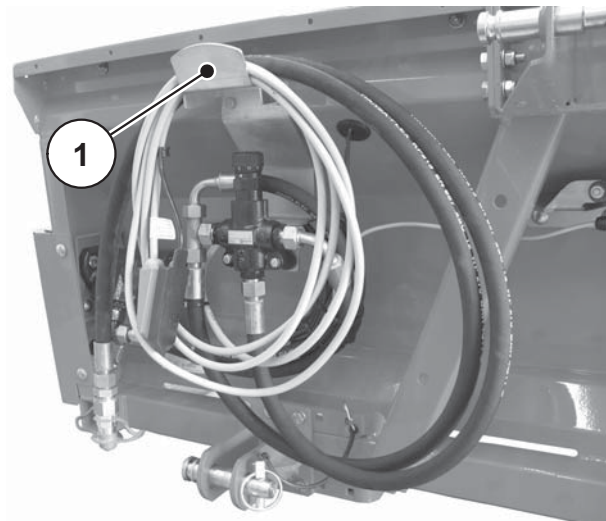

Figura 6.11: Attacco per cavi e tubi
- Dopo lo scollegamento, posare i tubi flessibili idraulici e i cavi elettrici sul telaio nell'apposito supporto (vedere figura 6.11).